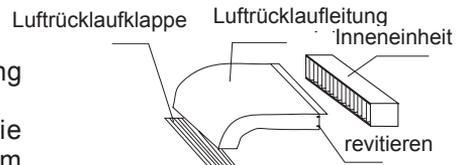

Abb. 1
durch ein vor Ort gekauftes PVC-Rohr. Das Loch sollte mit einer Neigung von mindestens 1/100 leicht nach unten geneigt sein (siehe Abbildung 1).
2. Installation der Luftrücklaufleitung: Verbinden Sie eine Seite des Rückluftrohrs über eine Niete mit dem Rückluftauslass der Innengeräte, und die andere Seite mit dem Rückluftklappe verbunden (siehe Abb. 1).